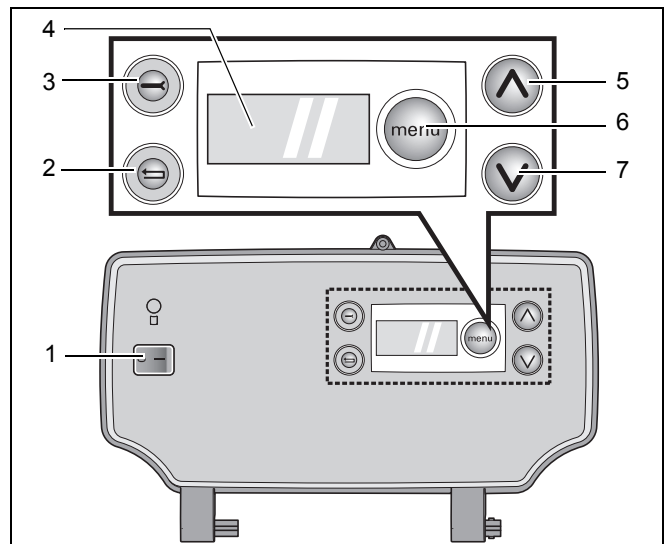
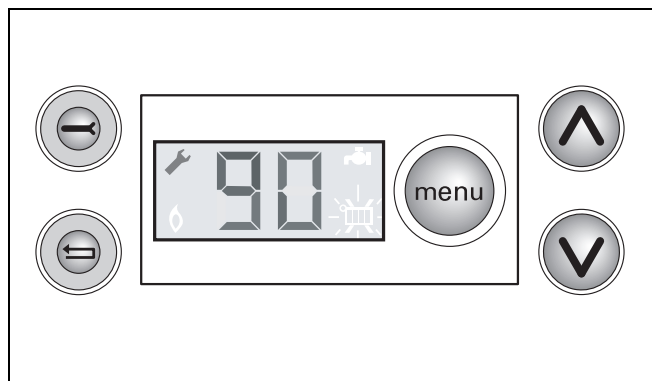
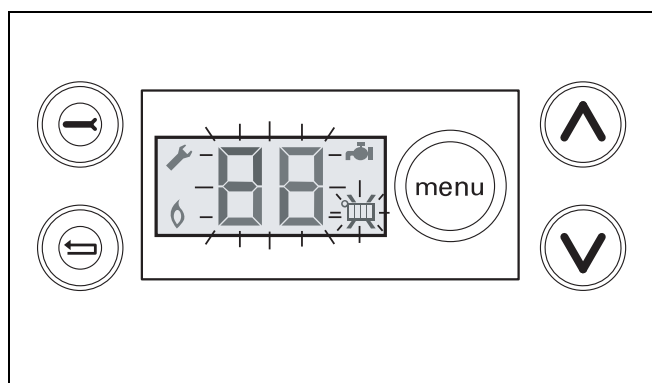

Fig. 4 DBA
Fig. 5 DBA con chiave per bulloni in modalità di servizio
Fig. 6 DBA - menu impostazioni
Azionando l'interruttore di rete (fig. 4, pos. 1) è possibile attivare e disattivare l'alimentazione di rete dell'apparecchio.
Se sul display viene visualizzato un codice di guasto lampeggiante, è possibile riavviare l'apparecchio premendo il pulsante Reset "" (fig. 4, pos. 2).
Azionando il tasto Service "" (fig. 4, pos. 3) l'apparecchio funziona in modalità di servizio (fig. 5).
Sul display (fig. 4, pos. 4) vengono visualizzate tutte le impostazioni e i codici di errore (fig. 6).
L'impostazione della caldaia può essere visionata sul DBA, usando il tasto Menu "" , il tasto "" e il tasto "" e il display (fig. 4, pos. 5, 6 e 7). Vedere menu 2: "Impostazioni" a pagina 7.
Con il tasto menu "" (fig. 4, pos. 6) impostare l'esercizio di produzione dell'acqua calda desiderato dalla caldaia (vedi tab. 1 e menu 2: "Impostazioni" a pagina 7).
Con il tasto menu "" (fig. 4, pos. 6) impostare la temperatura desiderata dell'acqua calda (vedi tab. 2 e menu 2: "Impostazioni" a pagina 7).
Con il tasto menu "" (fig. 4, pos. 6) impostare l'esercizio di riscaldamento desiderato della caldaia (vedi tab. 3 e menu 2: "Impostazioni" a pagina 7).
Con il tasto menu "☰" (fig. 4, pos. 6) impostare la temperatura dell'acqua di caldaia desiderata per l'esercizio di riscaldamento (vedi tab. 4 e menu 2: "Impostazioni" a pagina 7).